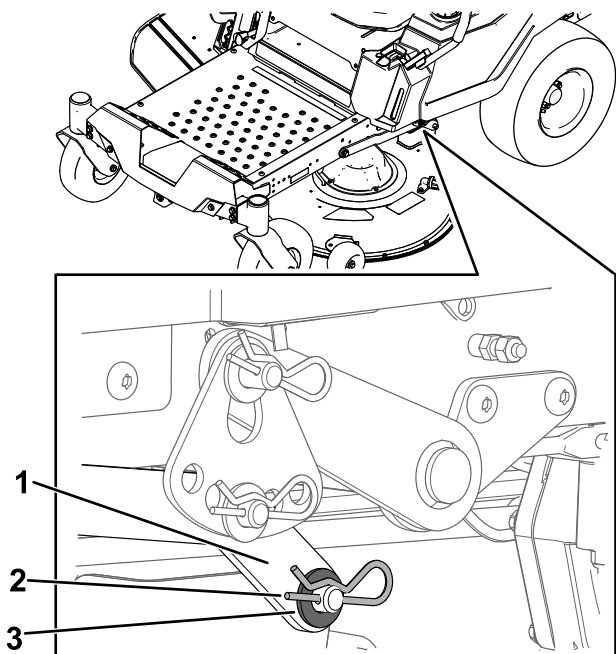

Figure 77
7. D'un côté de la machine, retirez la rondelle et la goupille fendue de l'axe du plateau (Figure 77).
8. Déposez le bras de levage de l'axe du plateau (Figure 77).
5. D'un côté de la machine, soulevez l'arrière du plateau de coupe et installez le bras de levage sur l'axe du plateau (Figure 77).
6. Installez le bras de levage avec la rondelle et la goupille fendue (Figure 77).